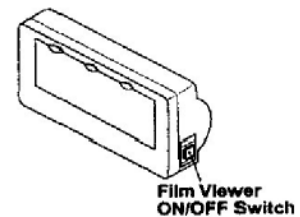

Fig.3-15 Dental Size Film Viewer
(5) Négatoscope rétroalvéolaire (option) (Fig.3-15)